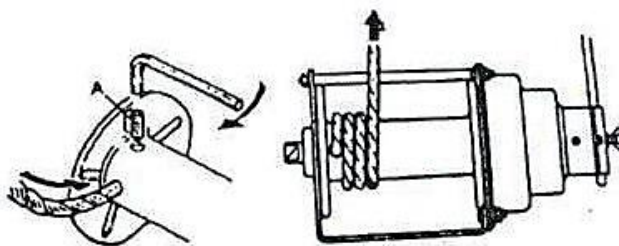

Рис. 2
**Монтаж троса для лебедки 0,5 т** (см. рисунок 2) - Ослабьте фиксирующий болт или установочный винт и вставьте конец троса в барабан на 57 мм до конца троса. Плотно затяните болт до требуемого крутящего момента.